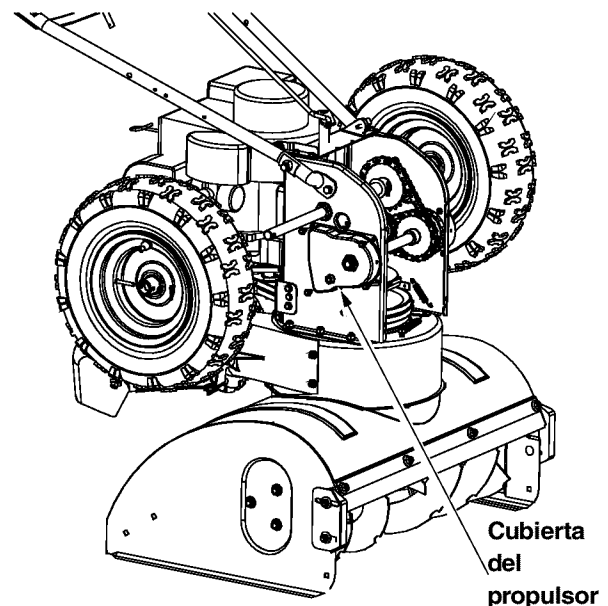

Figura 28
- Extraiga los cuatro tornillos que aseguran la cubierta del propulsor izquierdo al bastidor. Extraiga la cubierta del propulsor del lado del bastidor. Vea la Figura 28.